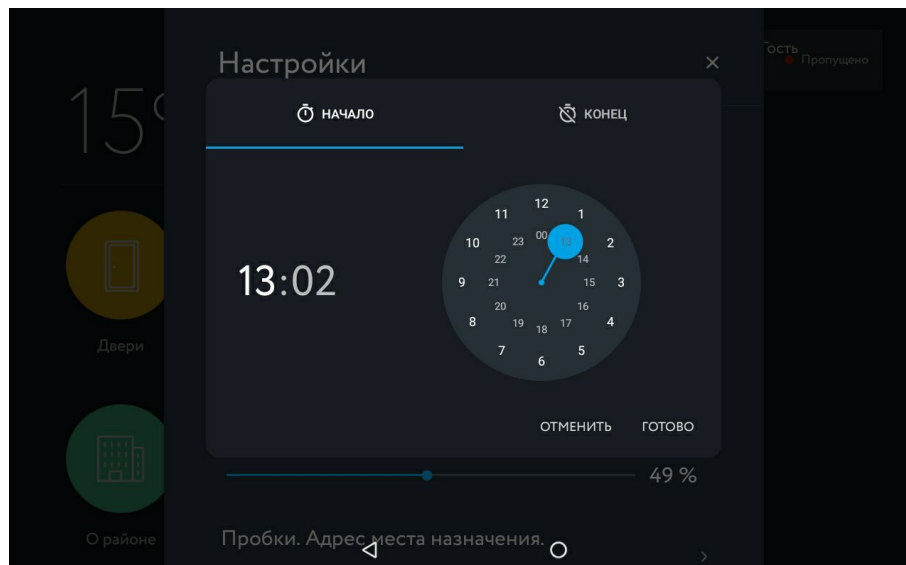

Рисунок 14 - “Режим не беспокоить”
2. Режим “Не беспокоить” - позволяет включить/выключить и настроить период времени ограничивающий прием вызовов (Рисунок 14).